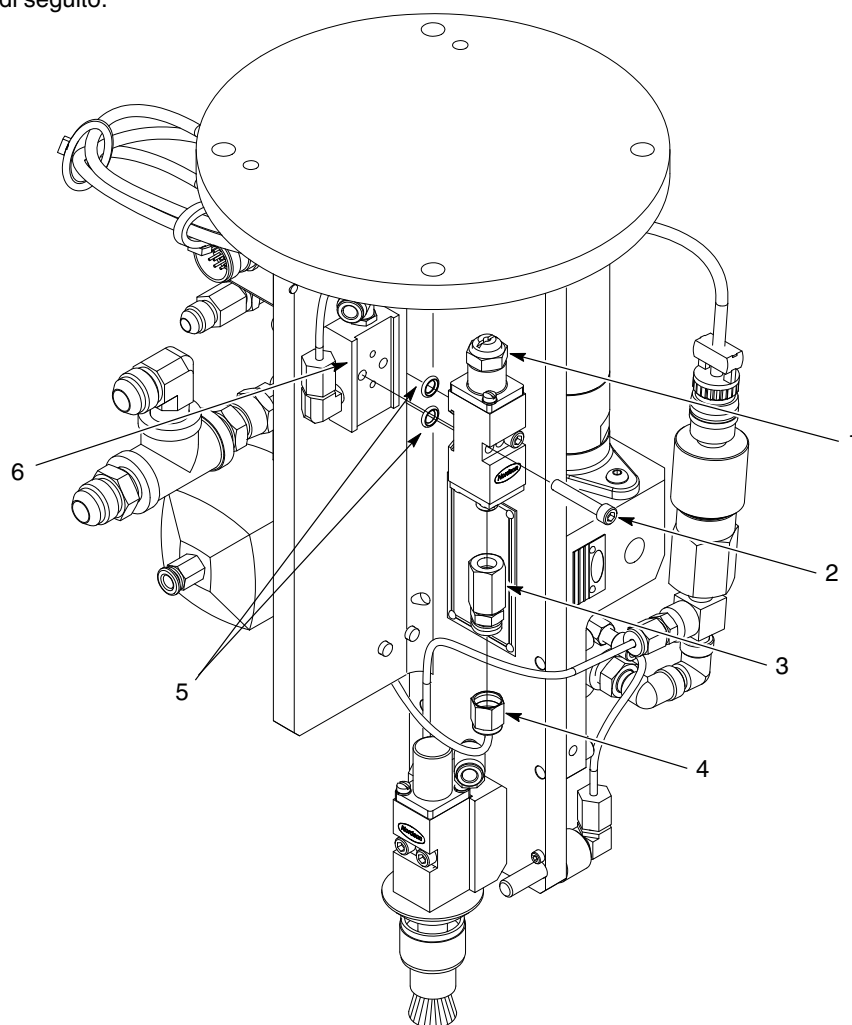

Figura 2 Valvola del solvente
2. Vedi figura 2. Posizionare un contenitore per scarti sotto la linea del solvente (4). Scollegare il condotto del solvente dal raccordo (3).
3. Togliere le viti (2) che fissano la valvola del solvente (1) al collettore (6).
4. Togliere gli o-ring (5) dalla valvola del solvente (1). Gettare via gli o-ring.
5. Togliere il raccordo (3) dalla valvola del solvente (1).